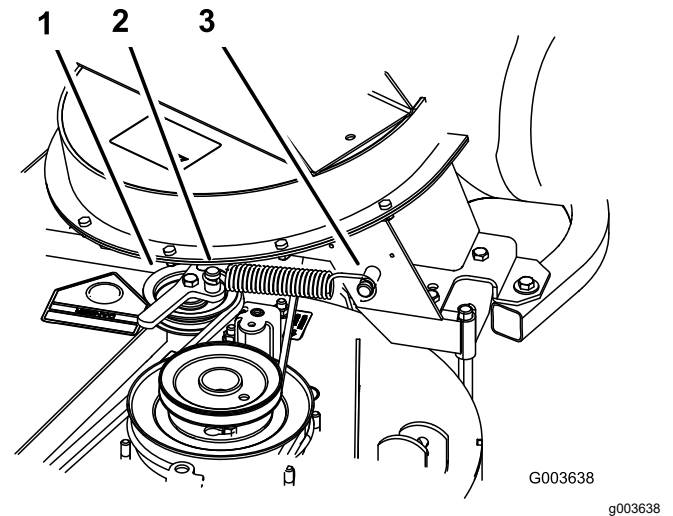

Figura 41
6. Instale el muelle como se muestra en la Figura 41.